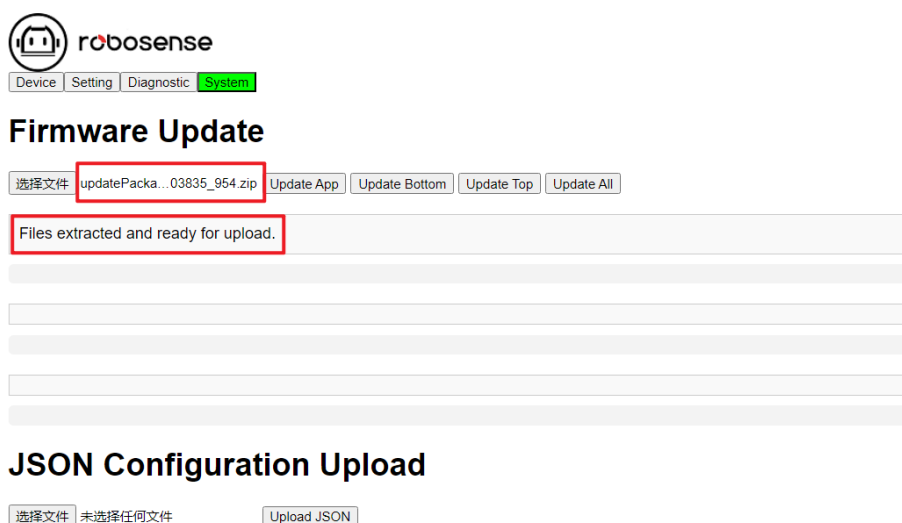

图21 升级文件选择完毕后界面
- 3) 此时 web 界面会显示待升级固件文件名，选择对应的升级按钮则可升级对应固件，如图 21 所示。